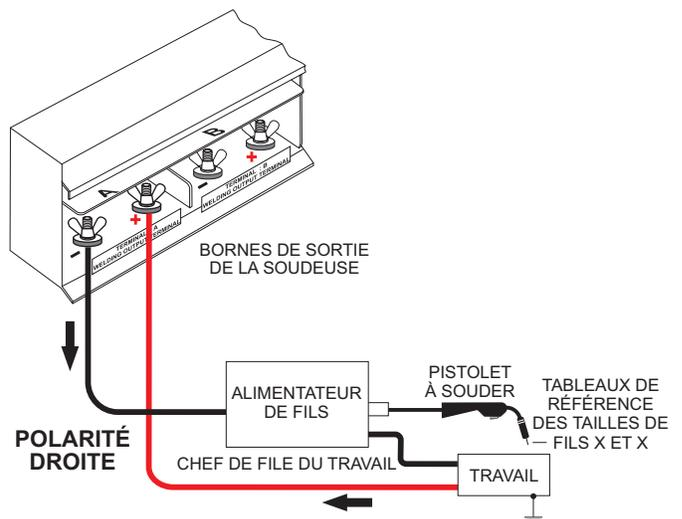

Figure 21. Configuration CV (chargeur de fil)
Un dévidoir de fil (Figure 21) peut être utilisé en mode CV. Le dévidoir de fil utilise la puissance fournie par les Bornes de sortie de soudage à CC. Consulter les instructions du fabricant pour raccorder le dévidoir de fil au générateur de soudure.
- Connecter les câbles de soudage du générateur de soudage au dévidoir de fil comme indiqué dans la Figure 21.